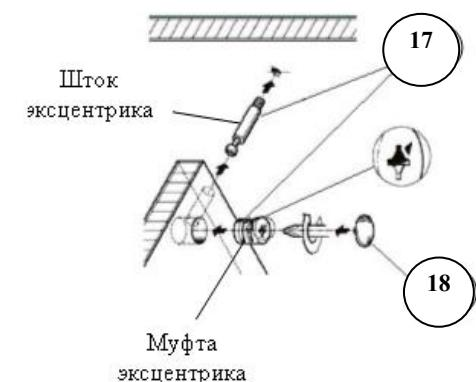

Рис.3 Установка
- Установить муфты эксцентриков (17) и шканты (24) в подходящие отверстия на боковинах ящиков (11,12). Вкрутить шток эксцентрика (17) в фасады ящиков (9) (рисунок 3,4).
- Собрать корпус ящика по рисунку 4 при помощи винтов-конфирматов (15) и эксцентриковых стяжек (17).
- Выверить прямоугольность корпуса ящика (равные диагонали). Дно ящика (7) завести в паз на фасаде (9), закрепить саморезами 3x20 (19) к задней панели (10) и боковинам ящика (11,12).
- На боковины ящиков (11,12) установить съемную часть направляющих (22) и закрепить их саморезами 3,5x12 (23).
- Установить ручки (21) на фасады ящиков(9).